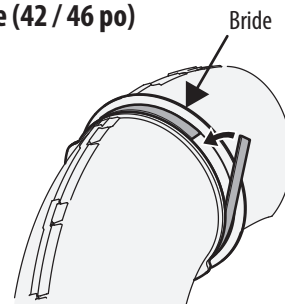

Figure 26
1. Retirez la bande protectrice de la bande autocollante en mousse (721-04388). Collez la bande autocollante sur la goulotte supérieure en l'alignant avec la bride comme indiqué dans la Figure 26.